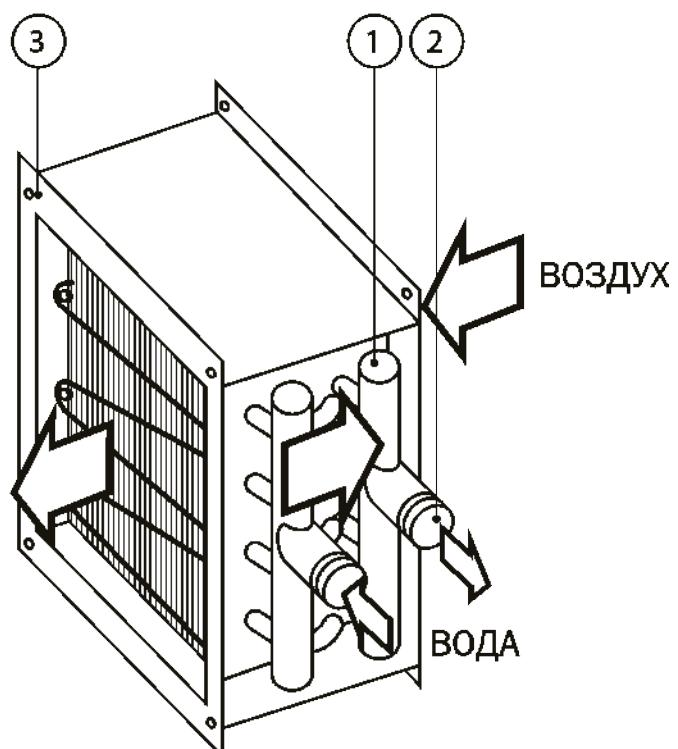

Рисунок 24. Используемые датчики температуры
Для защиты теплообменника от замерзания рекомендуется установить погружной или накладной датчик температуры воды (погружной датчик устанавливается вместо пробки на выходном коллекторе (1 на рис. 24), накладной непосредственно на патрубке выхода воды (2)) и капиллярный термостат (устанавливается снаружи, трубы датчика растягивается на выходном окне теплообменника (3).